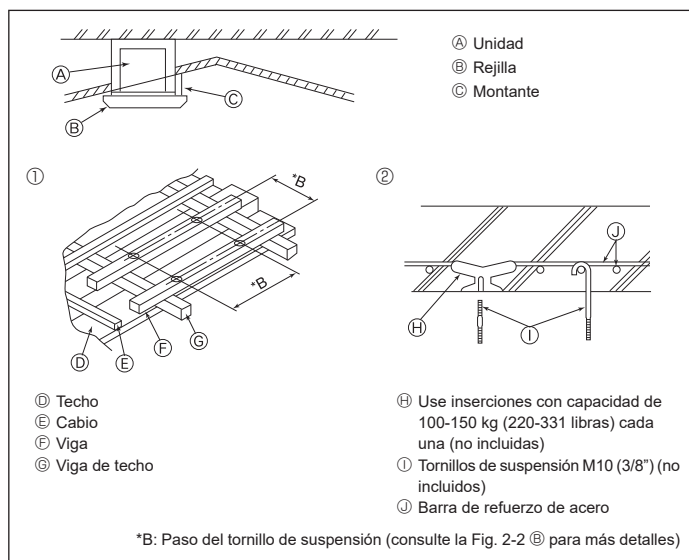

Fig. 2-4
2.4. Estructura de suspensión (refuerzo de la estructura de suspensión) (Fig. 2-4)